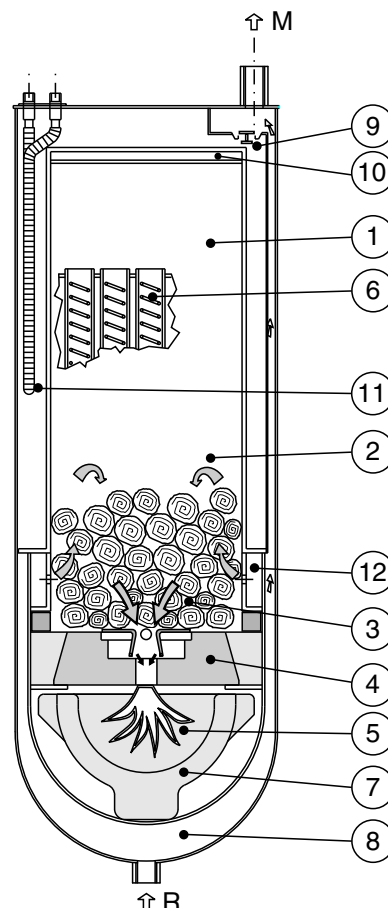

fig. 3
Il circuito idraulico interno della caldaia è concepito in modo tale che un sistema termostatico mantiene sempre alta la temperatura dell'acqua che circonda il magazzino legna così da eliminare il pericoloso fenomeno della condensa. Il corpo caldaia è formato da due elementi l'uno inserito all'interno dell'altro, in modo che tra i due si formi una intercapedine d'acqua (fig.3).
Possiamo distinguere le seguenti parti (fig.3):
I residui solidi della combustione (ceneri), che si appoggiano sul catalizzatore in refrattario (fig. 3, pos. 7) ad alta temperatura diverranno col tempo sempre più leggeri sino a che saranno trascinati dalla velocità dei gas e si depositeranno nella zona più bassa della camera di combustione, dalla quale verranno rimossi durante le operazioni di pulizia.
Il bruciatore è composto da una pietra refrattaria (fig. 3, pos. 4). Tale pietra presenta un'apertura centrale rettangolare, da cui passa la fiamma.